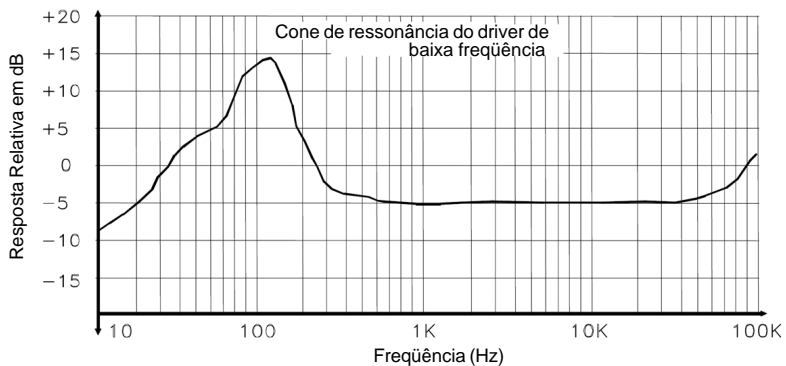

Figura 8 Testando Alto-falantes e Redes de Impedância
- A. Conecte o equipamento como mostrado na Configuração do Teste da Figura 8 para medida da resposta em frequência exceto que o sinal de entrada para o alto-falante ou rede de impedância é monitorado. O osciloscópio pode ser usado para verificar que este equipamento não esteja em uma condição de saturação.
- D. No teste do alto-falante, um aumento acentuado da tensão ocorrerá em alguma frequência baixa. Esta é a frequência de ressonância do sistema de alto-falante (Figura 8). A invólucro do alto-falante modificará os resultados obtidos para o mesmo alto-falante sem o invólucro. Um invólucro projetado adequadamente produzirá um pequeno pico em cada lado do pico obtido sem um invólucro. O projetista do invólucro pode usar a característica de resposta para avaliar os efeitos da variação do tamanho, material e outros fatores básicos relacionados ao invólucro.
- 1) Conecte um resistor variável em série com a rede de impedância como na Figura 8.